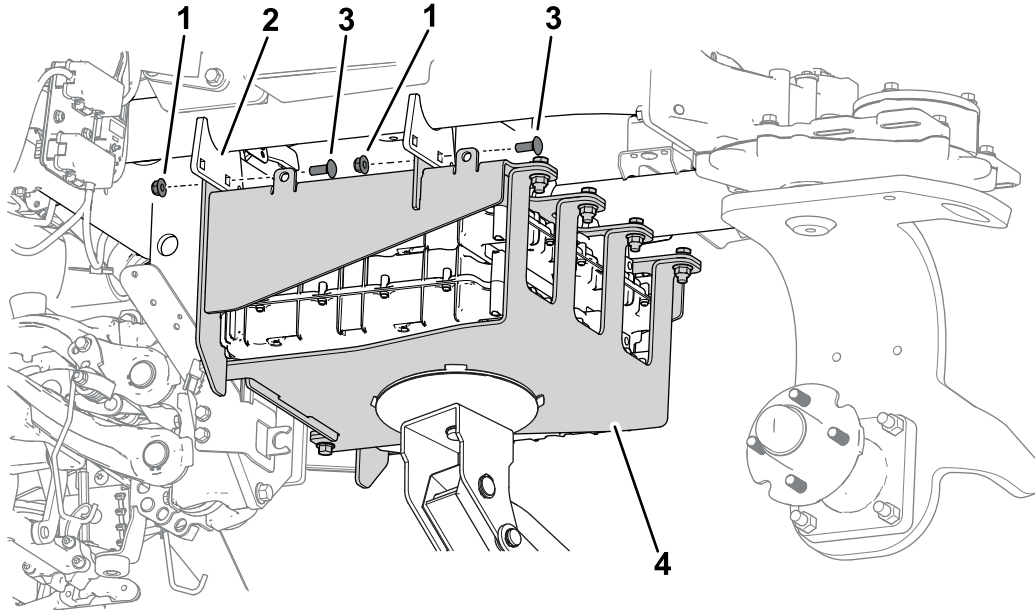

Figura 22
B. Utilice 4 pernos de cuello cuadrado ( $\frac{3}{8}$ " x 1") y 4 tuercas con arandela prensada ( $\frac{3}{8}$ ") para sujetar el conjunto de las baterías al bastidor de la máquina (Figura 22).